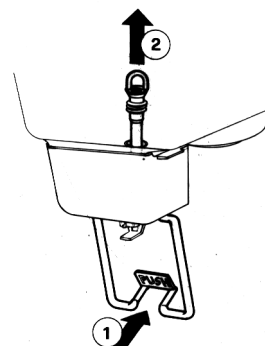

figura 5
- 1 - Empujar la palanca mando grifo (1) y sacar (2) el tubo goma de salida desde su situación vertical en el fondo del contenedor (ver figura 5).